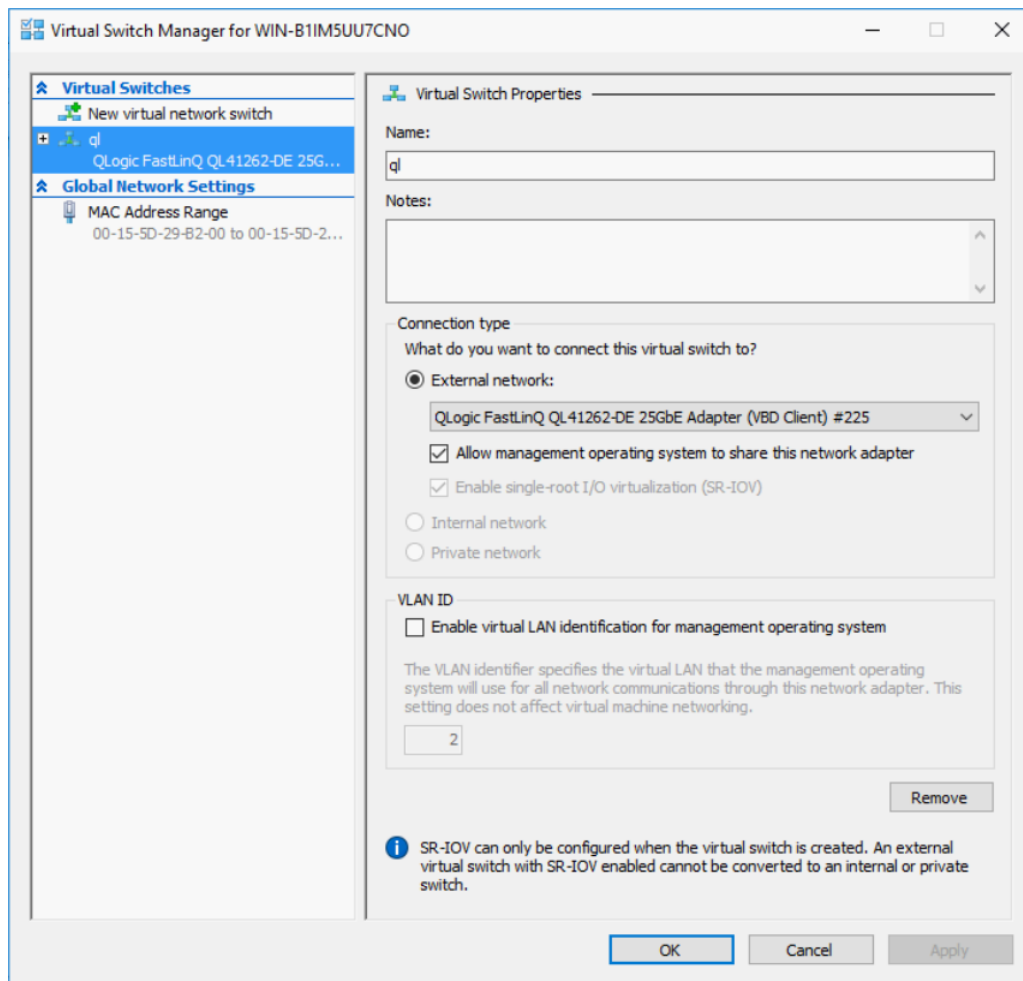

Ilustración 15-14. Administrador de conmutadores virtuales
2. Seleccione **Virtual Switch Manager** (Administrador de conmutadores virtuales) (consulte la Ilustración 15-14).